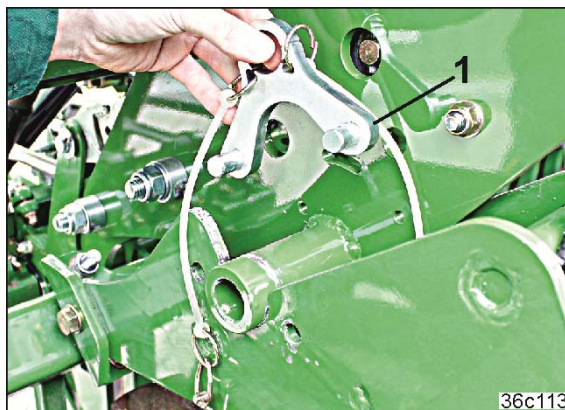

Fig. 128
1. Fjern koblingsstykkene (Fig. 128/1).